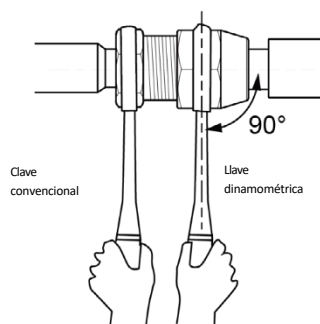

Fig. 17
- 3 Apriete firmemente la tuerca acampanada con una llave dinamométrica hasta que la llave emita un clic (sujete el mango de la llave y colóquela en ángulo recto con respecto al tubo, véase la fig. 17).
- 7 Al conectar la unidad de inyección (UI) con el tubo de conexión, evite tirar con demasiada fuerza de las juntas grandes y pequeñas de la UI si el capilar u otros tubos presentan grietas o fugas.